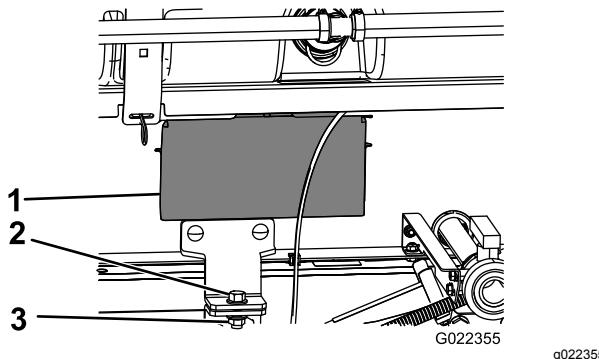

Figure 26
5. Déposez les panneaux d'accès de chaque côté du cadre du patin (Figure 26).
8. Fixez la patte de maintien du patin de cuve au support du plateau sur le cadre, de chaque côté de la machine, à l'aide d'un boulon ($\frac{1}{2}$ " x $1\frac{1}{2}$ ") et d'un contre-écrou ($\frac{1}{2}$ "), comme montré à la **Figure 26**.